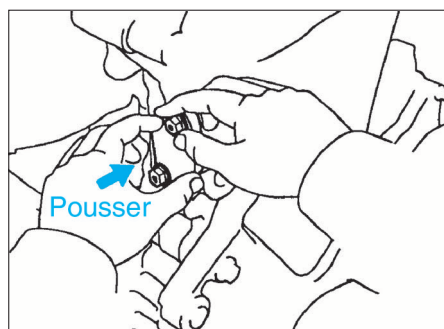

FIG. 27
- Déposer les 2 écrous, puis le tendeur de chaîne (fig. 27).